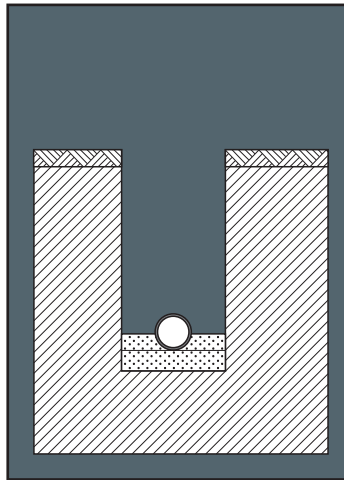

Abb. 5
a) Die seitliche Verfüllung bis zur halben Rohrhöhe wird mit den Füßen verdichtet (Abb. 5).